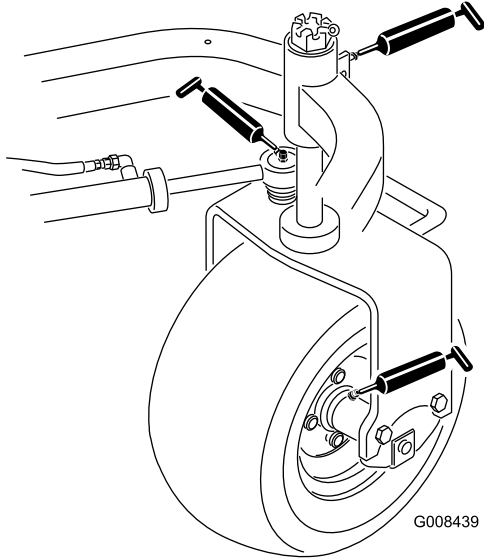

图 26
- 后轮轮毂 1 个 图 26
- 脚轮轴承 1 个 图 26
- 转向油缸 2 个 图 26